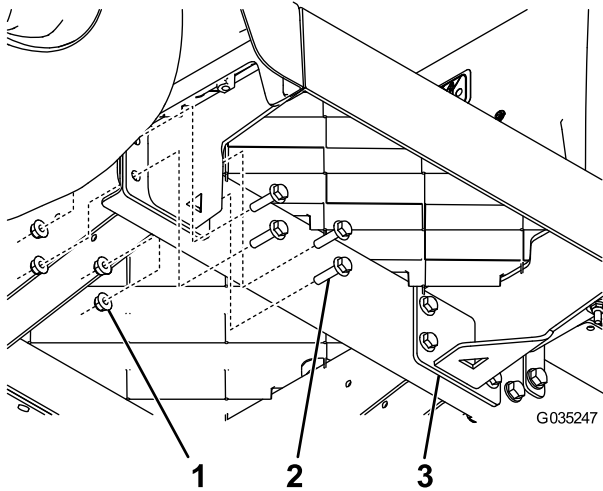

Bild 5
- Befestigen Sie die neue Bodenplattenstütze mit 8 Bundkopfschrauben (5/16" x 1 1/4") und 8 Bundmuttern (5/16"), wie in Bild 5 abgebildet.
- Befestigen Sie die andere neue Bodenplattenstütze mit 8 Bundkopfschrauben (5/16" x 1 1/4") und 8 Bundmuttern (5/16"), wie in Bild 5 dargestellt.